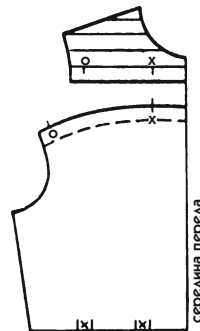

Рис. 599
3. Скопируйте нижнюю часть и переведите вытачку вверх. Не ошибитесь, продолжая эту часть до основания последней складки (засечки X и O на рис. 599).